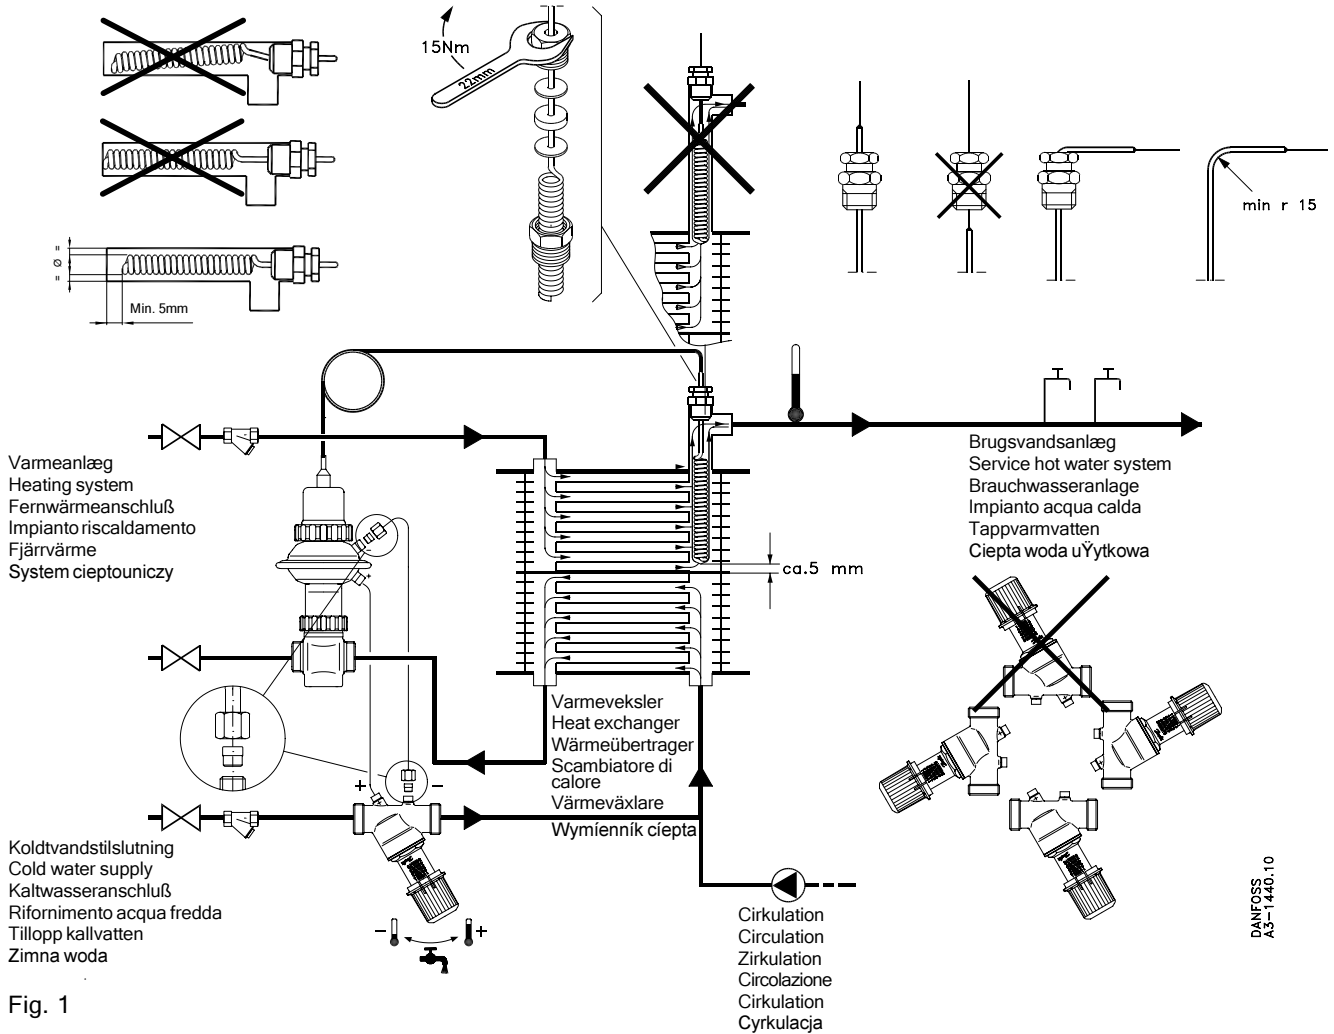

Fig. 1
Systemerne fungerer bedst når føleren monteres helt inde i varmeveksleren (se fig 1.). For korrekt tomgangsfunktion bør termisk afstrømning undgås, da varmt vand stiger til vejrs, hvilket vil bevirke et forøget tomgangsforbrug. Ønskes at dreje tilslutningerne for impulsrørene, løsne da omløberen (1), drej membran huset til den ønskede stilling (2) og spænd omløberen igen (20 Nm) - se fig. 4.
Systems function best when the sensor is installed right inside the heat exchanger (see fig. 1). For correct no-load function, thermal flow should be avoided as the hot water will rise and thus increase the no-load consumption. For optimum orientation of pressure connections loosen the nut (1), turn the diaphragm part into desired position (2) and tighten the nut (20 Nm) - see fig. 4. Note that the water velocity around the sensor must be in accordance with the requirements for copper tube.
Der Regler arbeitet optimal, wenn der Fühler ganz in den Wärmetauscher eingebaut ist (siehe Fig. 1). Im Leerlaufbetrieb sollte thermische Abströmung möglichst vermieden werden, da es sonst zu erhöhtem Leerlaufverbrauch kommen kann.
I sistemi funzionano in maniera ottimale quando il sensore è montato proprio all'interno dello scambiatore di calore (vedi fig. 1). Per un corretto funzionamento a vuoto, cercare di evitare il flusso termico; in questo caso infatti l'acqua calda aumenterà facendo crescere il consumo a vuoto.